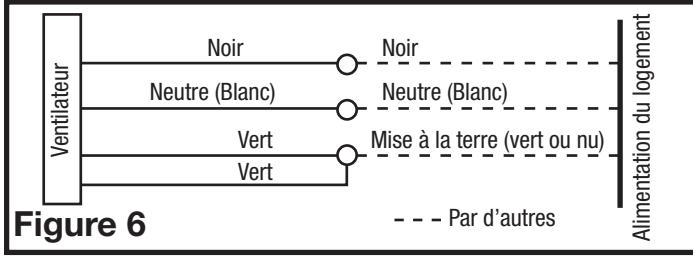

Figure 6
- Retirez les fils noirs, blancs et verts détachés du compartiment des câbles (des fils supplémentaires seront présents). Installez un connecteur électrique approuvé sur le couvercle du compartiment des câbles (non inclus). Faites passer un fil noir (chaud), blanc (neutre) et un fil de terre vert ou nu de l'alimentation à travers le connecteur électrique. Connectez tous les fils de l'alimentation à leurs fils correspondants dans le compartiment des fils (**Figure 6**). Utilisez des méthodes approuvées pour toutes les connexions.